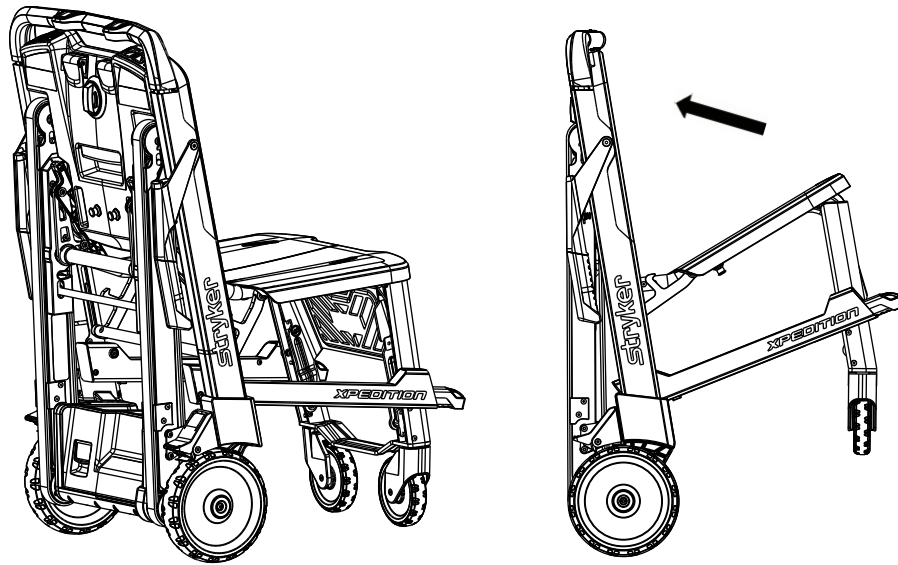

図 9 – 椅子の折りたたみ
3. シートを持ち上げ、背もたれ側に折りたたみます (図 9)。